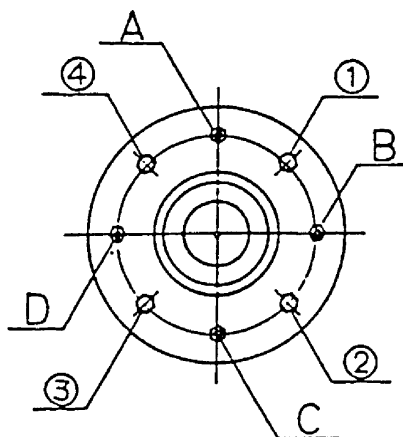

図 9-7
9.3.5 ドラムの芯出し調整 (図 9-7)
- ・ 主軸ベアリングケースを止めている取付けボルト及びナット 4 箇所(A～D)と、調整ボルト及びナット 4 箇所(①～④)で調整します。(図 9-7)
- ・ 例えば、ドラムの口金を機械正面より見て右に寄せたい場合、③、④と A,C,D のナットを少し緩め、③、④のボルトをドラムの口金を見ながら締め込みます。
- ・ 調整が終わったら、③、④と A,C,D のナットを締め込みます。
後方へ抜いてください。(図 9-7)